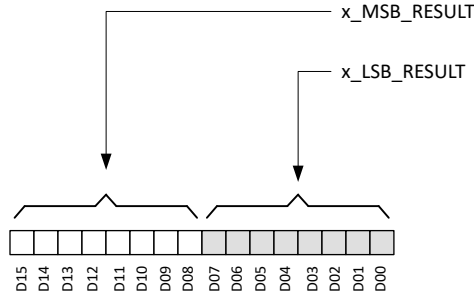

图 6-15. 磁传感器数据定义
X、Y 和 Z 磁传感器数据存储在 `x_MSB_RESULT` 和 `x_LSB_RESULT` 寄存器中。图 6-15 显示了每个传感器输出以 16 位二进制补码格式存储在两个 8 位寄存器中。数据可以结合 MSB 和 LSB 寄存器以 16 位格式检索，也可以通过 MSB 寄存器以 8 位格式检索。
- $D_i$  是 图 6-15 中所示的数据位。